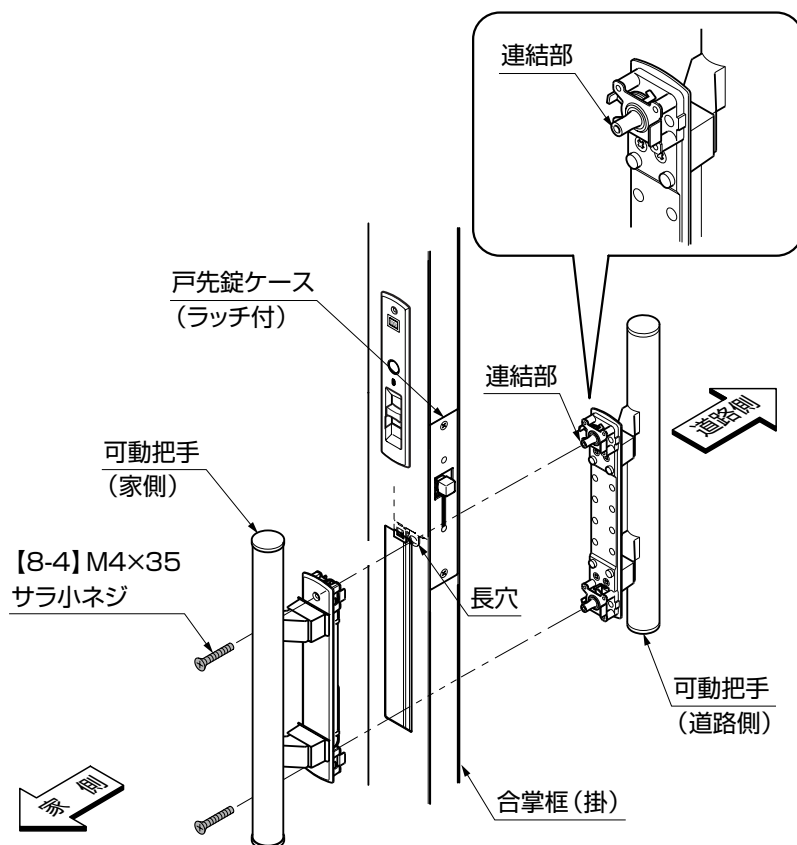

図10-5
①可動把手(道路側)の連結部を戸先錠ケースの長穴に差込み、可動把手(家側)を【8-4】で取付けてください。(図10-5参照)
(2) 受け側